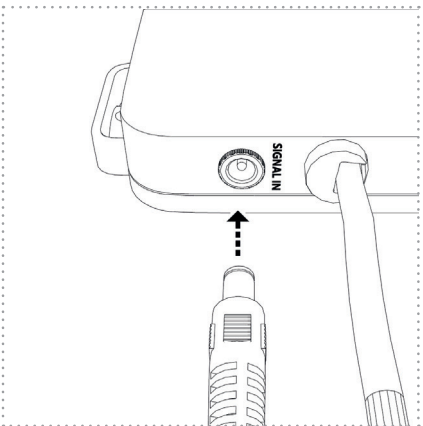

Figure 24
7. Ensuite, enfichez la fiche du câble de raccordement (signal) dans la prise prévue à cet effet sur l'unité UV (figure 24). L'unité UV devrait maintenant se trouver en mode veille et clignoter en bleu.